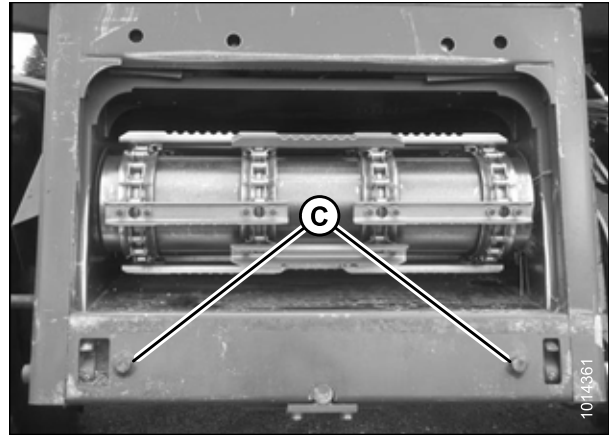

Рисунок 4.22: Направляющие штифты AGCO Group
2. Запустите двигатель и медленно приблизьтесь к жатке, пока наклонная камера не окажется прямо под верхней поперечиной (A), а направляющие штифты (C) (см. рис. 4.22, страница 340) на наклонной камере не совместятся с отверстиями (B) в раме копирующего модуля.